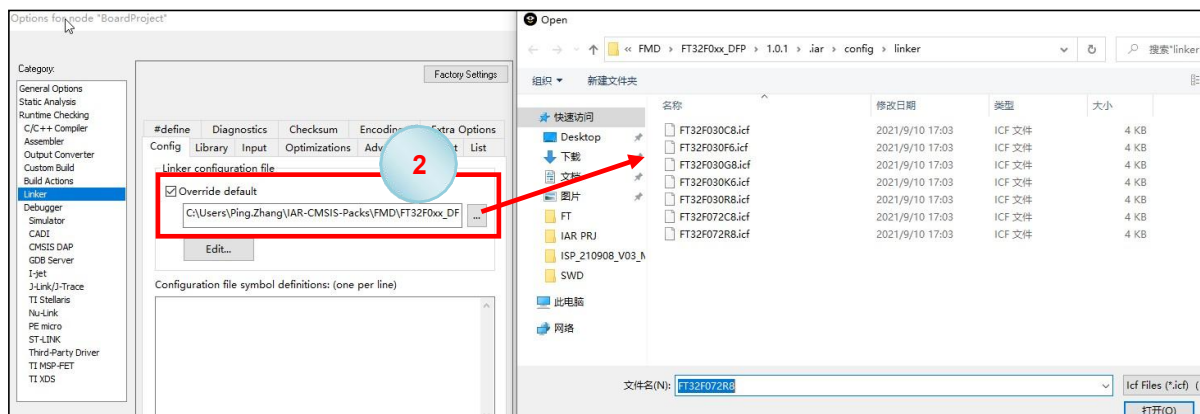

图 6-2 增添链接配置文件
- 5、选择 Linker 条目下的 Config 标签栏，勾选 Linker configuration file 框内的“Override default”选项，并点击右侧的展开按钮，在 C:\Users\XXXX\IAR-CMSIS-Packs\FMD\FT32F0xx_DFP\1.0.1\iar\config\linker 文件夹下，找到相应芯片的 ICF 文件并选择它（图 6-2 中步骤 2）。